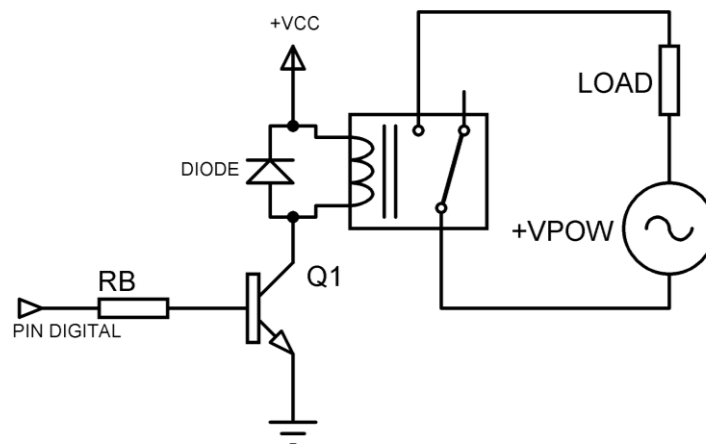

Figura 1. Circuito para manejar un relé con un transistor desde un Arduino.
2. Diseñe un circuito con transistor BJT (ver Figura 1) para manejar este relé desde un Arduino (calcular R_B), sabiendo que posee una fuente $V_S = 12\text{ V}$ para alimentar su relé.